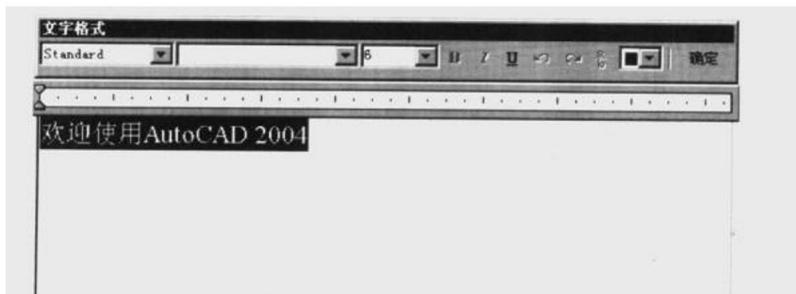

图 1-5 多行文字编辑器
- 多行文字编辑器采用了新界面(如图 1-5 所示),并提供制表位、在位编辑等功能。